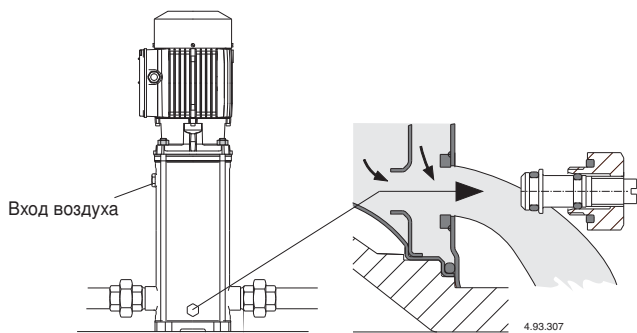

Рис. 4 Слив жидкости
**Когда во время простоев насоса существует опасность замерзания жидкости, насос должен быть полностью опорожнен (рис. 4).**
Перед проведением демонтажа закройте задвижки на всасывании и подаче и слейте жидкость из корпуса насоса (рис. 4). При выполнении демонтажа и обратной сборки пользуйтесь схемой, данной на чертеже в разрезе.